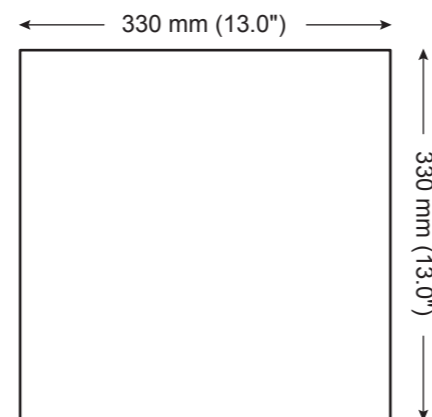

Fig. 12. PCI 45DC Cutout Dimensions
2. Ostrożnie zaznacz kwadrat w żądanym miejscu i ostrożnie wyciąć dziurę w płycie gipsowo-kartonowej. Usuń kurz i zanieczyszczenia z otworu (rys. 12).